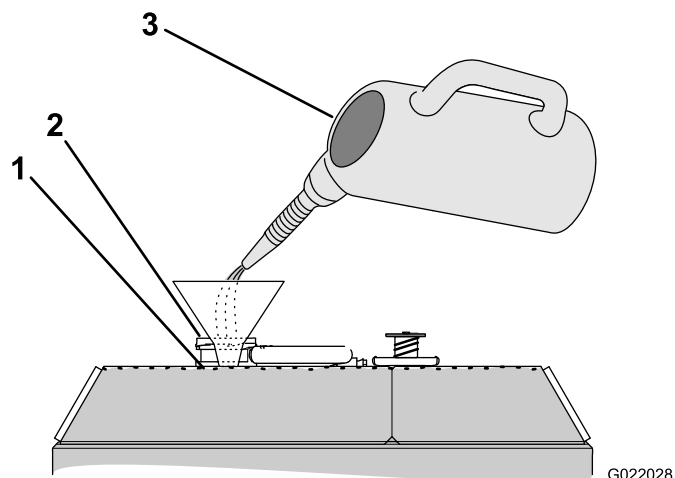

Рисунок 105
3. Залейте в радиатор охлаждающую жидкость так, чтобы ее уровень дошел до низа заливной горловины (Рисунок 105).